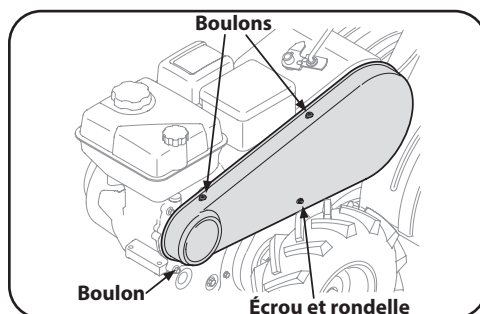

Figure 4-2
2. Enlevez les deux boulons sur le couvercle de la courroie avant de retirer le couvercle de courroie à partir du côté gauche de l'appareil. Voir Figure 4-2.